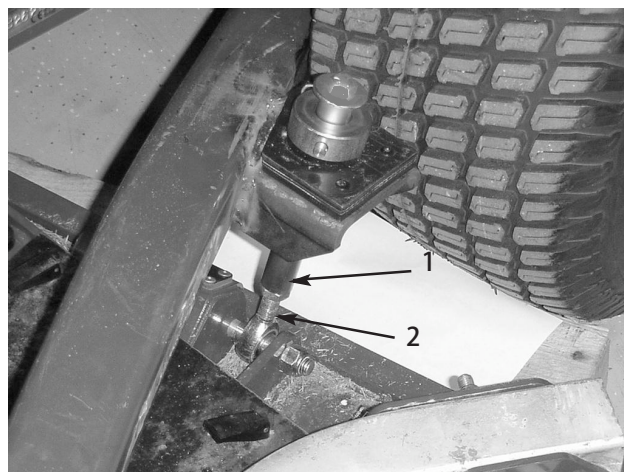

図 10
6. ピッチが適正でない場合は、刈高ロッドの下部についているジャムナットを外す（図10）。